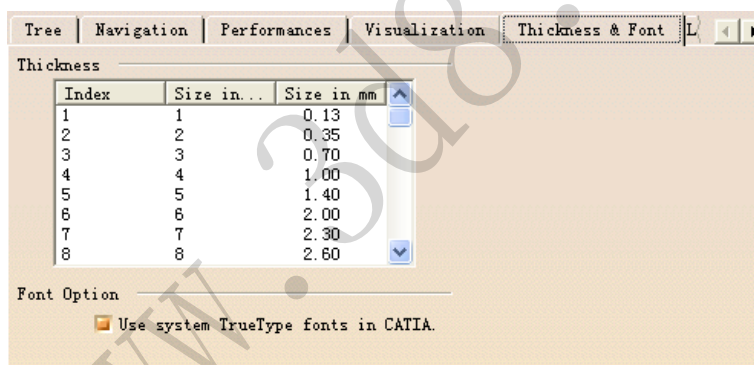

图 1-28 Thickness & Font 选项卡
(5) 选中 Thickness & Font 选项卡, 弹出如图 1-28 所示的对话框。